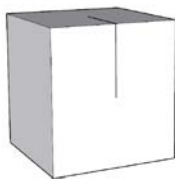

图 2.3.14 创建立方体
(1) 在地面上画一个 $600\text{mm} \times 600\text{mm}$ 的矩形，向上拉出 600mm ，形成一个立方体，如图 2.3.14 所示。